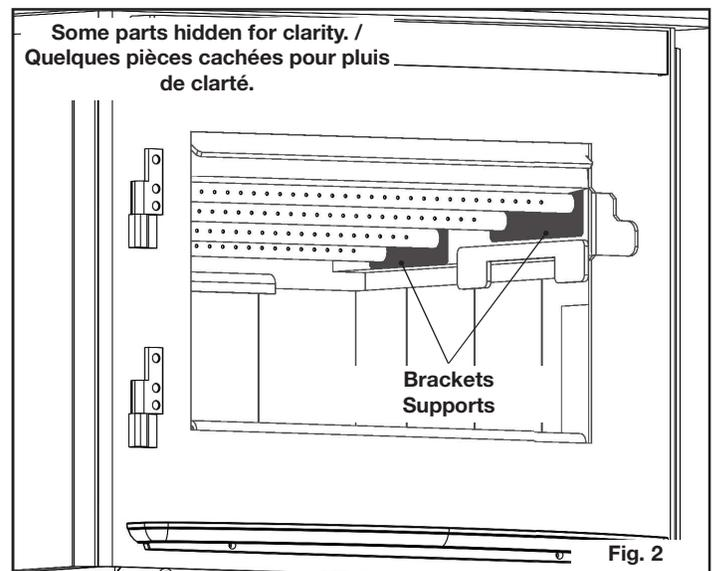

Fig. 2
3. Slide the brackets into the tubes until the tube notches make contact with the pins on the brackets (**Fig. 2**).
Faites glisser les supports dans les tubes jusqu'à ce que les encoches des tubes entrent en contact avec les goupilles des supports (**Fig. 2**).